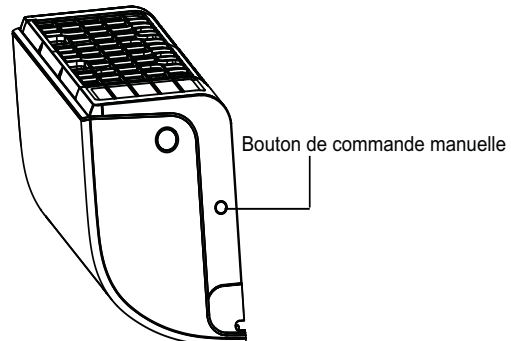

Figure 34 – Essai de fonctionnement
Effectuez un essai de fonctionnement après avoir terminé la recherche de fuite de gaz et la vérification de sécurité électrique (consultez la figure 34).
1. Le bouton **MANUAL CONTROL** (COMMANDE MANUELLE) est situé sur le côté droit du panneau du module (consultez la figure 34). Appuyez deux fois sur le bouton pour sélectionner la fonction **COOL** (REFROIDISSEMENT). Effectuez un essai de fonctionnement comme à l'habitude.